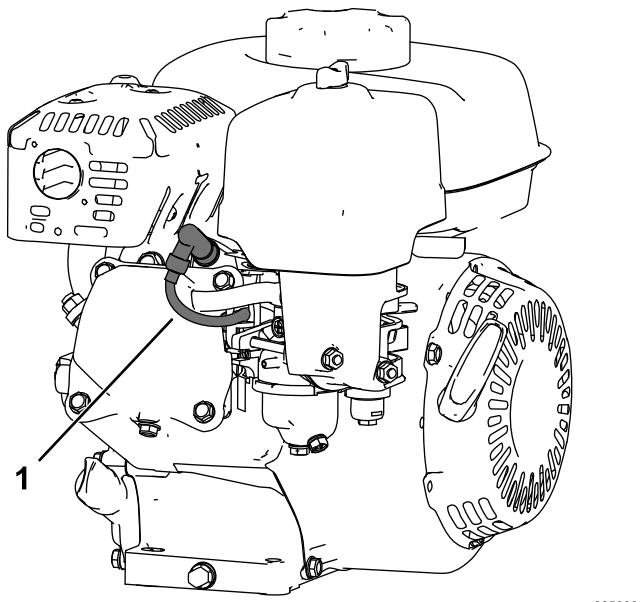

Figura 15
5. Desconecte el cable de la bujía (Figura 15).